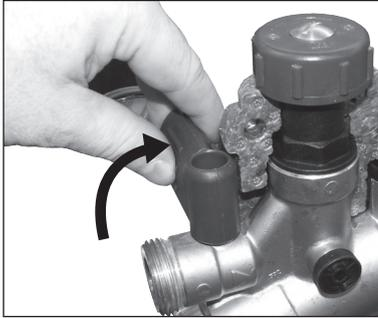

Abb. 1
1. Schließen Sie den Kugelhahn der FüllCombi BA (Abb. 1).
1. Schließen Sie den Kugelhahn der FüllCombi BA und entfernen Sie die Wärmedämmschale (Abb. 1).